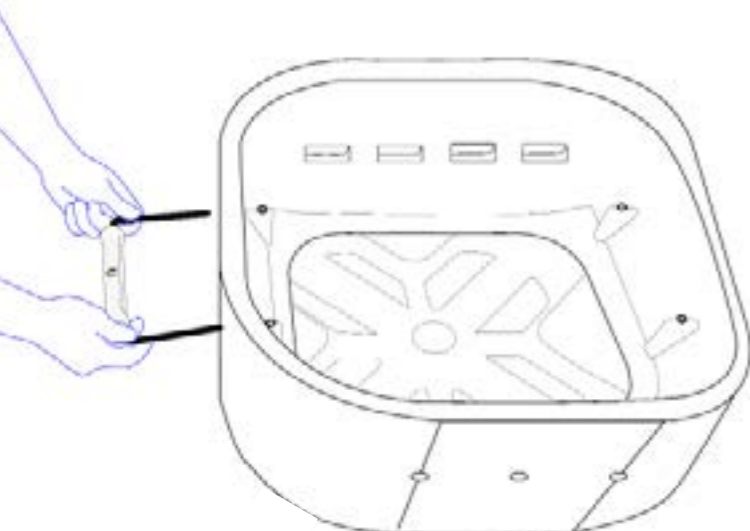

fig 2
passo 4: Colocar o parafuso no orifício previsto para o efeito e aparafusá-lo manualmente com a mão. O objectivo é fixar a pega ao LOLA (fig. 2).